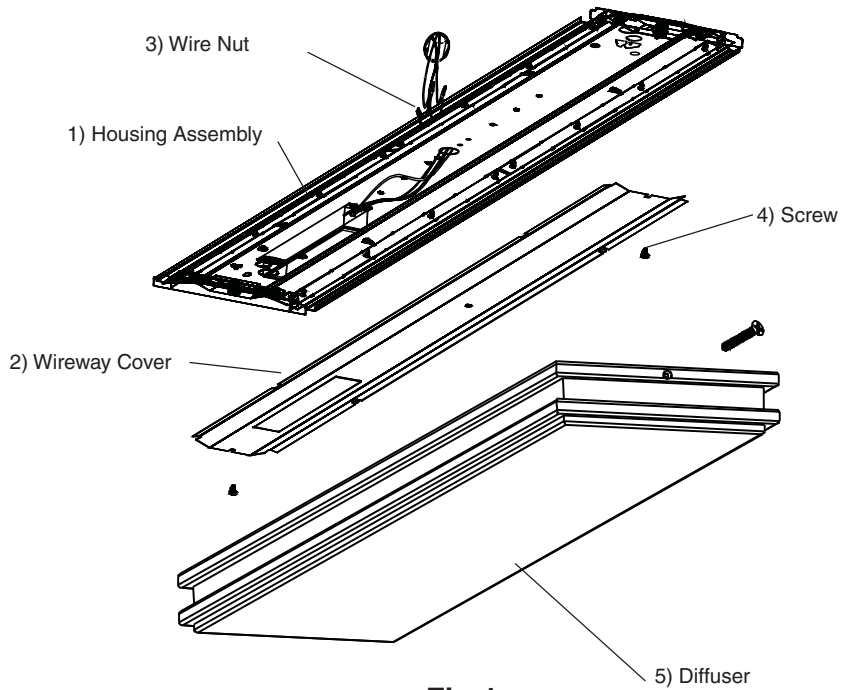

Fig 1
2. Remove two screws (4) securing the wireway cover (2) to the Fixture Housing (1) **See Fig 1.**
2. Retire (2) tornillos (4) que sujetan la cubierta de cable (2) al cuerpo del aparato (1) **Ver Fig 1.**
2. Supprimer (2) vis (4) de fixation du couvercle de chemin de câbles pour le logement Mobilier (1) **Voir Fig1.**